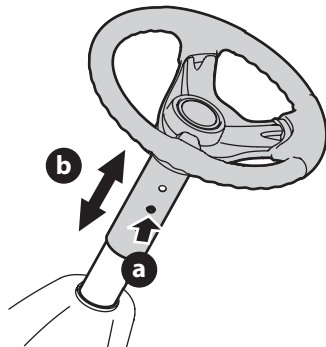

Figura 5
2. Pulse el botón (a) de la columna de la dirección y eleve o baje el volante (b) hasta la posición deseada (Figura 5).
NOTA: después de lograr la posición deseada, levante y baje el volante para comprobar que se trabe en su lugar y que el botón (a) de la columna de la dirección se suelte para quedar trabado. No opere esta unidad a menos que la columna de la dirección esté en la posición en que queda trabada (Figura 5).